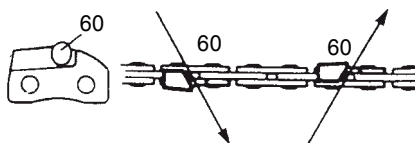

Fig. 46
Limez (60) le maillon-gouge d'un côté de la chaîne, de l'intérieur vers l'extérieur. Limez seulement avec des mouvements vers l'avant. (Fig. 46)